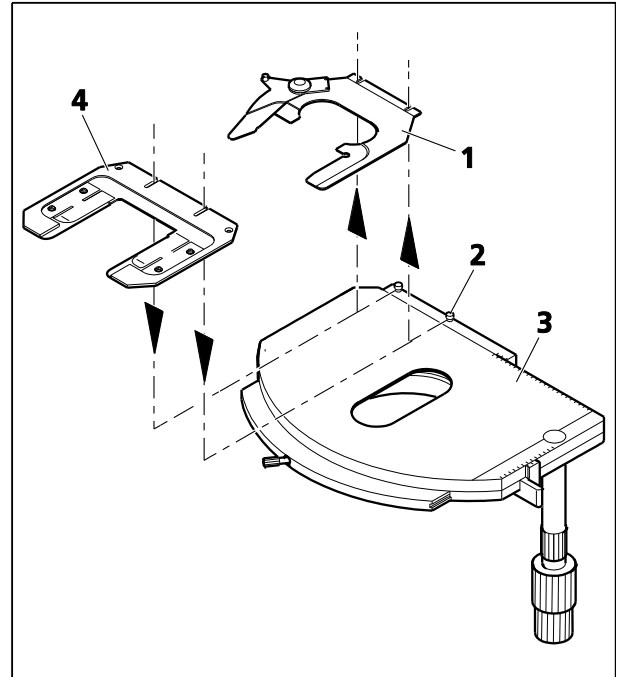

Fig. 66 Changement de porte-échantillon
- Desserrer les deux vis moletées (Fig. 66/2).
- Retirer le porte-échantillon (Fig. 66/1) de la platine mécanique (Fig. 66/3) vers l'avant.
- Fixer le porte-échantillon souhaité (Fig. 66/4) à la platine mécanique avec les fentes sous les têtes des vis moletées et le serrer à l'aide des vis moletées.